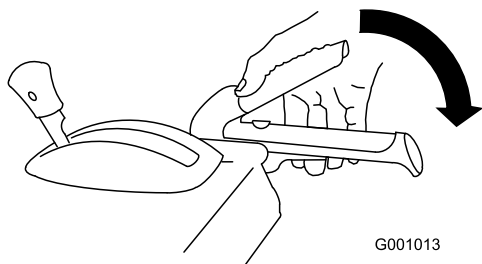

Figura 37
1. Per innestare la trasmissione della coclea/ventola premete la leva destra (coclea/ventola) contro l'impugnatura (Figura 37).